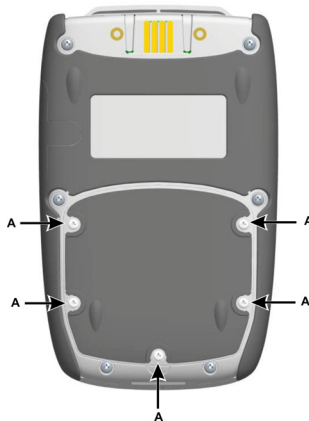

Fig 1, achteraanzicht
1. Verwijder de vijf Pozidriv schroeven(A) (zie Fig 1, achteraanzicht).